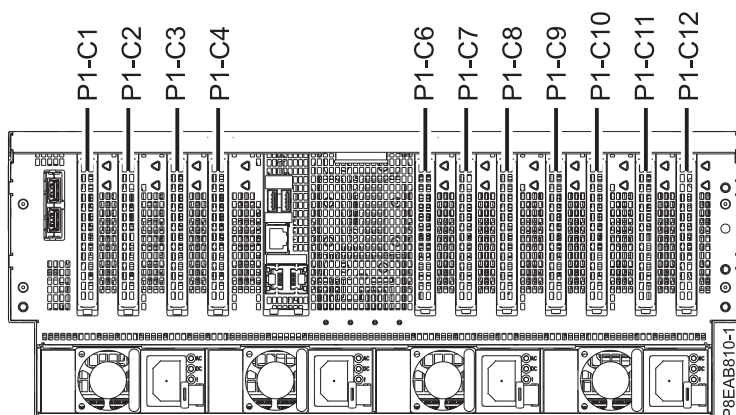

Figura 19. Localizações de ranhuras do adaptador PCIe no sistema 8408-44E ou 8408-E8E
1. Familiarize-se com as localizações das ranhuras do adaptador PCIe. Os adaptadores PCIe estão instalados na parte posterior do sistema. A Figura 19 na página 30 mostra as localizações dos adaptadores PCIe num sistema 8408-44E ou 8408-E8E.